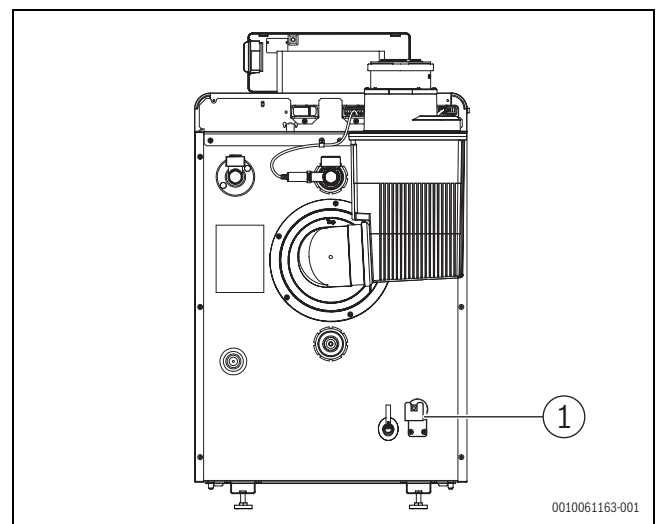

Bild 34 Haltewinkel montieren
- ▶ Haltewinkel (→ Bild 34, [1]) mit den zuvor entfernten Schrauben an der Rückwand montieren.